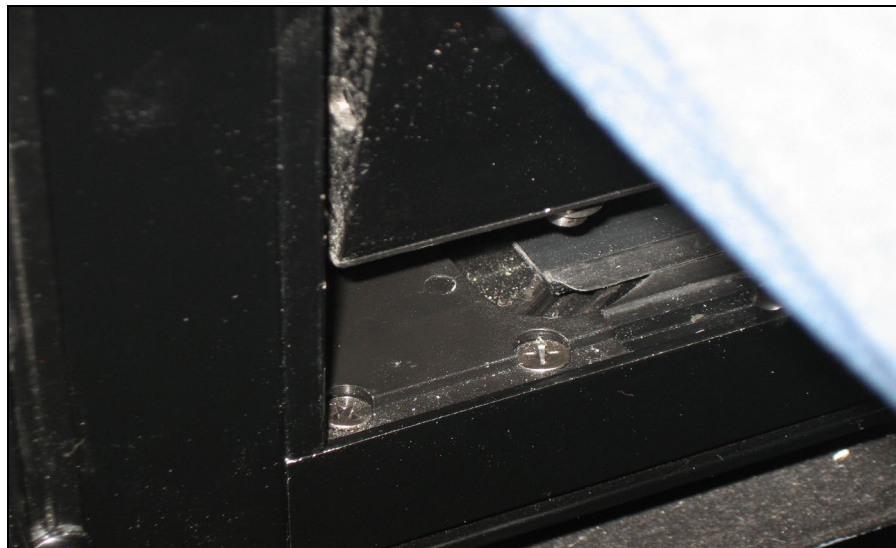

FIGURE 105: POSITIONNEMENT DE L'ANGLE INFÉRIEUR GAUCHE DU CHÂSSIS
1. Aligner le bord avant de l'encoche située sur le bloc du galet suiveur inférieur et la fin du châssis. Utiliser l'interrupteur à bascule pour obtenir le bon alignement. (Figure 105).